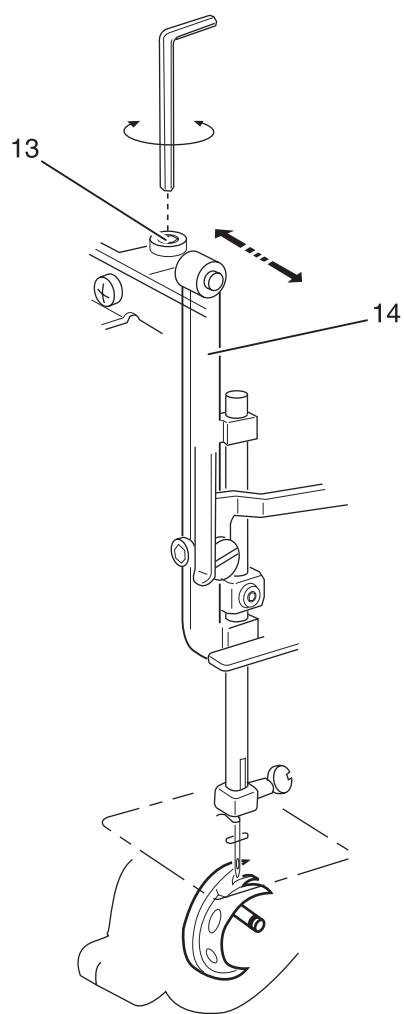

Рис. 12
- Ослабьте крепежные винты 13 ключом размером 2,5 мм для винтов с внутренним шестигранником (рис. 12).